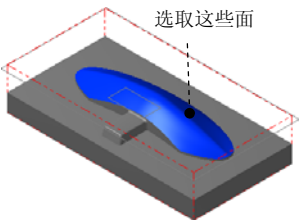

图 9.32 选取加工面
(1) 选取加工面。在图形区中选取图 9.32 所示的面(共 3 个面)，然后按 Enter 键，系统弹出“刀具路径的曲面选取”对话框。